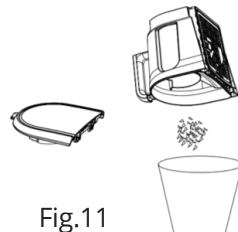

Fig.11
4. Comme le montre la figure 11, après la vidange, remplacez le couvercle du réservoir à poussière en insérant d'abord la partie saillante du couvercle dans la poignée et en ajustant le réservoir jusqu'à ce que vous entendiez un clic.